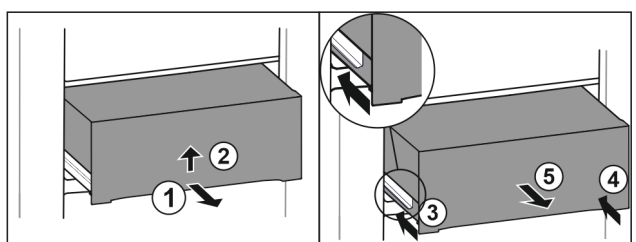

Fig. 50
- ▶ Trekk skuffen ut halvveis. Fig. 50 (1)
- ▶ Løfte skuffen på undersiden. Fig. 50 (2)
- ▶ Skyv inn venstre skinne. Fig. 50 (3)
- ▶ Skyv inn høyre skinne. Fig. 50 (4)
- ▶ Ta ut skuffen framover. Fig. 50 (5)